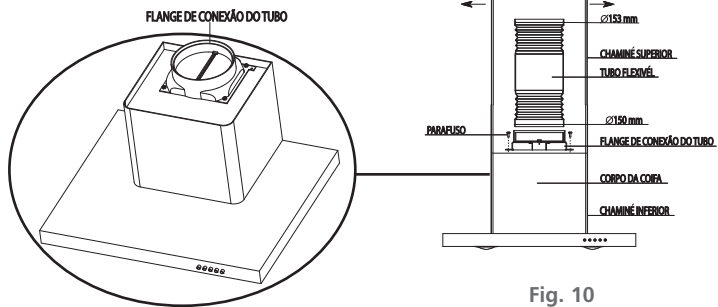

Fig. 10
- Fixar a flange de conexão do tubo na parte superior do corpo da coifa, com os 4 parafusos que acompanham o produto, após encaixar o tubo flexível na flange [Ø150 mm do tubo], pressionar até o seu perfeito encaixe [Fig. 10].